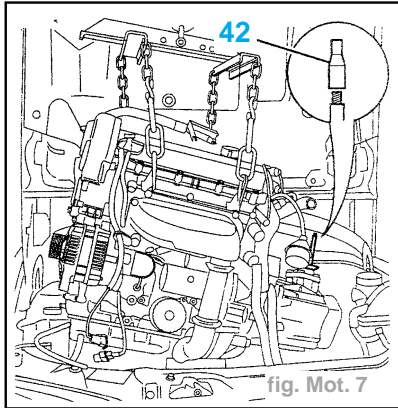

fig. Mot. 7
- Déposer les 4 vis (41)
- Récupérer l'embout métallique (42) (fig. Mot. 7).
- Positionner l'embout métallique (42) sur l'axe de boîte de vitesses puis l'enduire de graisse PCAS SPAGRAH (fig. Mot. 7).